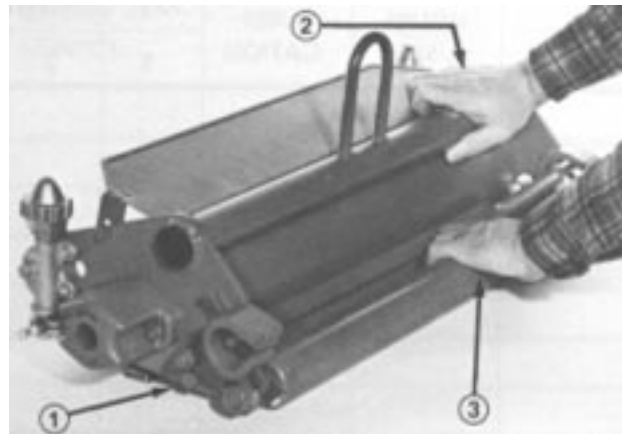

図 17
3. Cuttingユニットと後ローラを上からしっかり押しつける。後ローラがその全長にわたって床に接触するように調整する(図 17)。